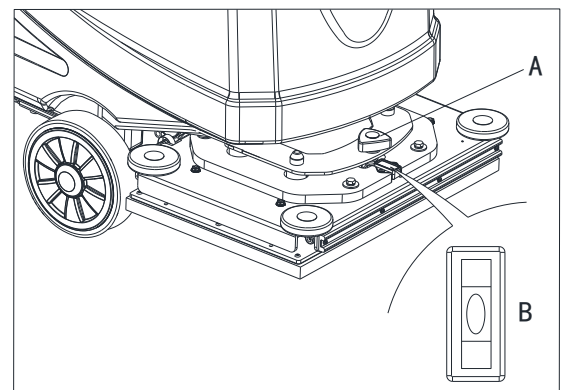

Abbildung 8.1
2. Die Höhe des Orbitaldecks durch Verstellen des Handgriffs (A, Abbildung 8.1) in der Blase in der Mitte (B, Abbildung 8.1) einstellen.